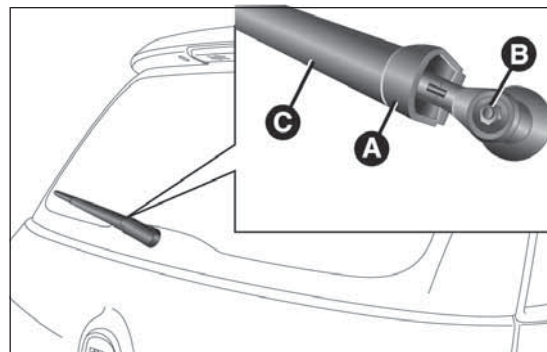

fig. 219
- ☐ levantar la tapa A fig. 219, aflojar la tuerca B y retirar el brazo C;